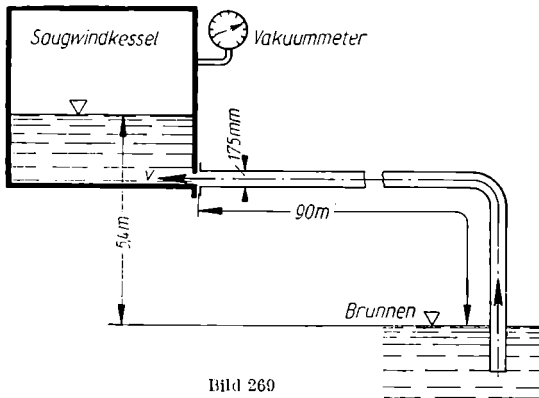

Bild 269
98. Die Saugleitung einer Pumpe hat 175 mm Durchmesser und 90 m Länge (Bild 269). Der Wasserspiegel des Brunnens liegt 5,4 m unter dem Wasserspiegel des Saugwindkessels. Das Vakuummeter am Saugwindkessel zeigt 210 Torr absoluten Druck an.